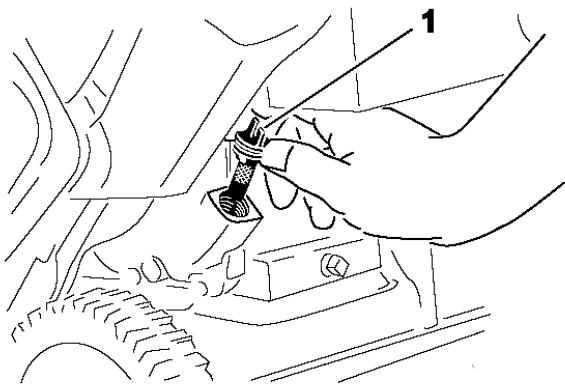

Рисунок 26
(Рис. 26)
7. Открутите крышку масляного бака и снимите ее (Рис. 26).